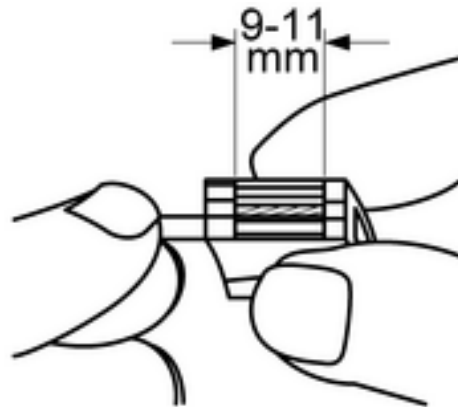

Figura 5: Longitud de pelado
- Pelar el conductor unos 9 - 11 mm (figura 5).